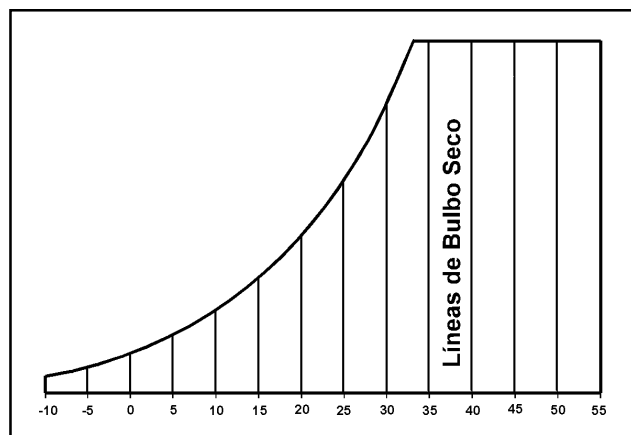

Figura 13.12 - Líneas de temperatura de bulbo seco  $^\circ\text{C}$ .
**1. Temperatura de Bulbo Seco.-** En primer término, tenemos la temperatura de bulbo seco. Como ya sabemos, es la temperatura medida con un termómetro ordinario. Esta escala es la horizontal (abcisa), en la parte baja de la carta, según se muestra en la figura 13.12. Las líneas que se extienden verticalmente, desde la parte baja hasta la parte alta de la carta, se llaman líneas de temperatura de bulbo seco constantes, o simplemente «líneas de bulbo seco». Son constantes porque cualquier punto a lo largo de una de estas líneas, corresponde a la misma temperatura de bulbo seco indicada en la escala de la parte baja. Por ejemplo, en la línea de  $40^\circ\text{C}$ , cualquier punto a lo largo de la misma, corresponde a la temperatura de bulbo seco de  $40^\circ\text{C}$ .